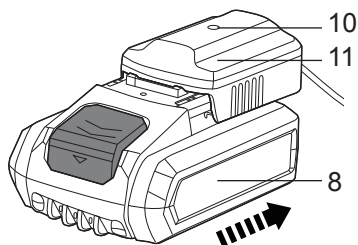

Fig. 6
- > Faites coulisser le bloc batterie (8) dans la base du chargeur (11) jusqu'à ce que vous entendiez un clic (fig. 6).
- > Branchez le chargeur (12) dans la prise d'alimentation. Le voyant (10) clignote en rouge pendant la charge de la batterie et en vert lorsqu'elle est complète.